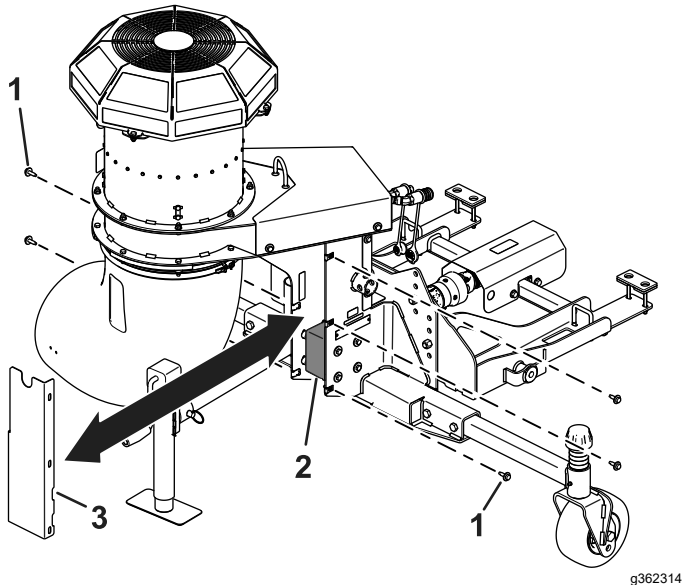

Bild 24
2. Entfernen Sie die fünf Schrauben und Scheiben, mit denen die Getriebeabdeckung am Bläser befestigt ist Bild 24).
3. Nehmen Sie die Abdeckung ab, um das Bläsergetriebe freizulegen (Bild 24).